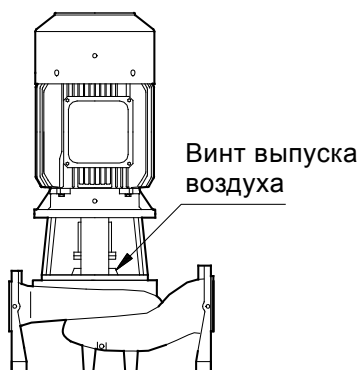

Рис. 4 Винт выпуска воздуха
1. Закрыть запорный клапан на стороне нагнетания насоса и открыть винт выпуска воздуха в промежуточном корпусе насоса, как показано на рис. 4.
3. При пуске из насоса нужно удалить воздух, вывинтив для этого расположенный в промежуточном корпусе насоса винт выпуска воздуха до тех пор, пока из отверстия для выпуска воздуха не потечет рабочая жидкость, как показано на рис. 4.